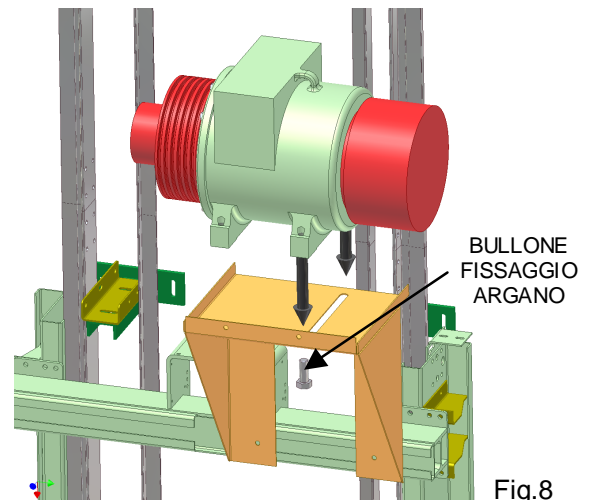

Fig.8
- Sollevandolo con un paranco, appoggiare l'argano sul telaio di sollevamento, facendo attenzione a tenere il lato con la puleggia sulla sinistra (**fig. 8**)
- Ancorare l'argano al telaio in corrispondenza dell'asola, avvitando il bullone dalla parte inferiore verso l'alto. (**fig. 8**)